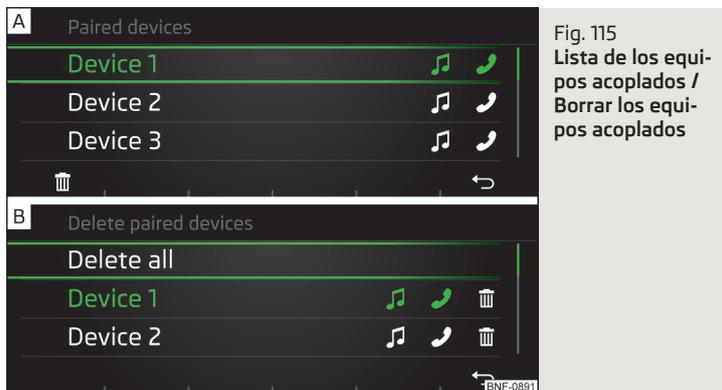

Fig. 115
Los equipos externos acoplados en la lista son visualizados con los siguientes símbolos de los perfiles Bluetooth® con el teléfono conectado » **fig. 115 - [A]**.
- Con el regulador **[C]** seleccionar el equipo externo » **fig. 115 - [A]**.
- Pulsar la tecla de función **[B]** » **fig. 115 - [A]**.
- Con el regulador **[C]** seleccionar el equipo externo » **fig. 115 - [B]**.